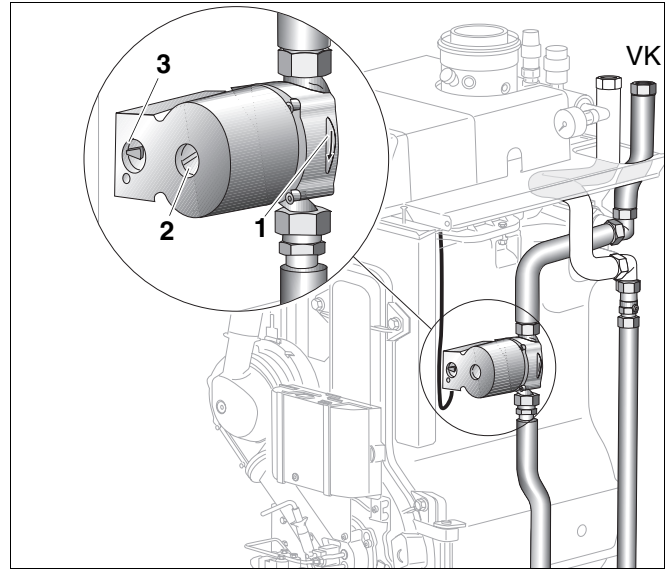

Abb. 15 Vorlaufrohrgruppe montieren
- Stellen Sie die Umwälzpumpe auf höchste Einstellung (Abb. 15, **Pos. 3**).
Wird die Pumpe auf eine kleinere Stufe eingestellt, reduziert sich der Warmwasserkomfort (Abb. 15, **Pos. 3**).
durch lösen der Inspektionsschraube (Abb. 15, **Pos. 2**) an der Umwälzpumpe bei heißem Heizkessel.
Wenn Sie die Umwälzpumpe manuell entlüften, achten Sie darauf, dass beim Öffnen der Inspektionsschraube (Abb. 15, **Pos. 2**) heißes Wasser austritt.